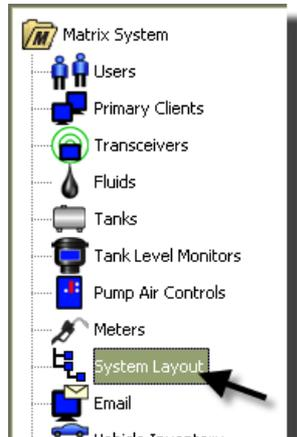

ABB. 123
- Um das Setup-Hauptfenster für das Systemlayout aufzurufen, wählen Sie aus der Liste im Matrix-Systembereich **Systemlayout** aus (ABB. 123). Bevor Sie das Systemlayout einrichten, müssen Sie zunächst Tanks (Seite 82) und Zähler (Seite 95) hinzufügen.